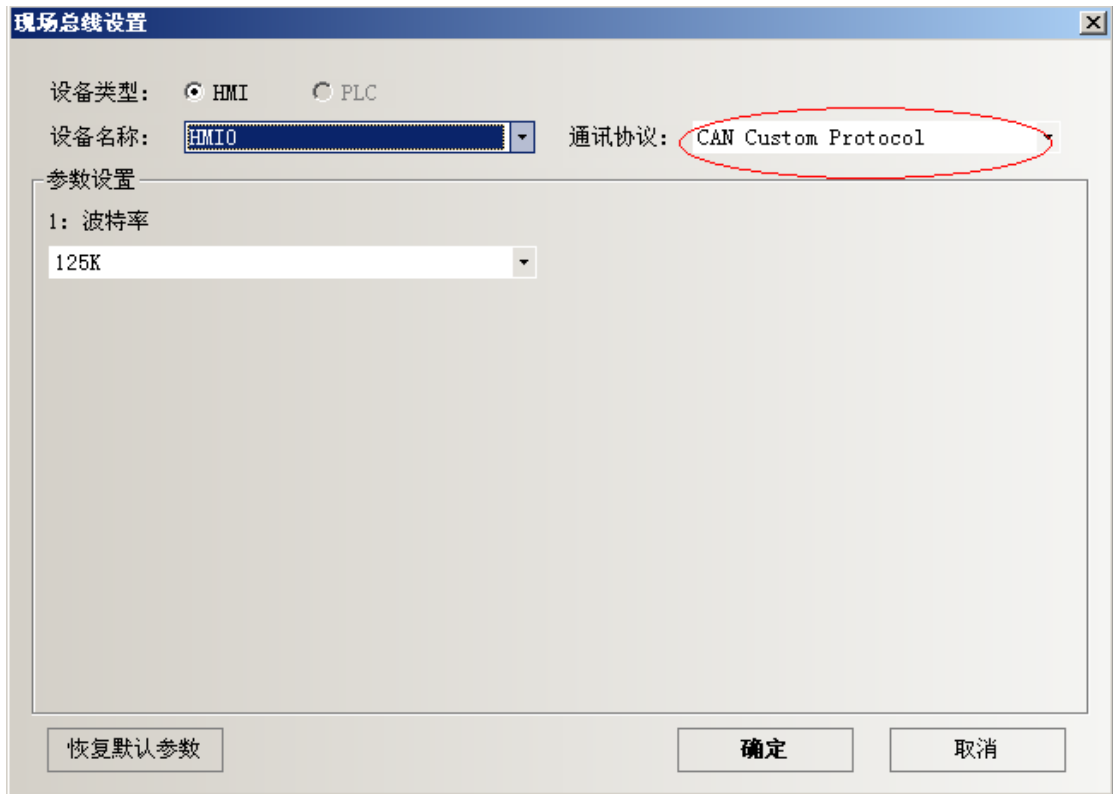

图 5
3. 选择“CAN Custom Protocol”，如图 5